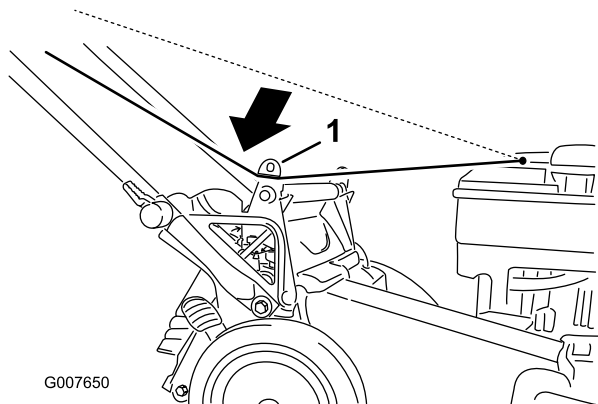

Figure 29
1. Faites passer le câble du lanceur autour du guide inférieur (Figure 29).